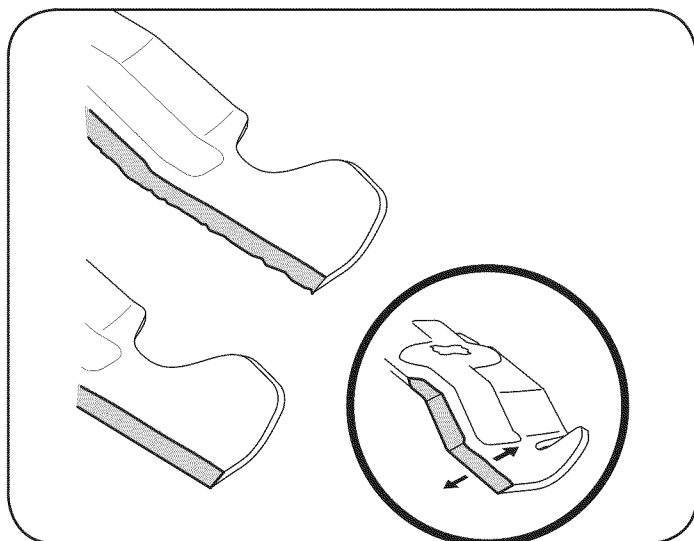

Figura 19
- Para afilar las cuchillas de corte de forma adecuada, extraiga cantidades iguales de metal de ambos extremos de las cuchillas a lo largo de los bordes cortantes, paralelo al borde de caída y a un ángulo de 25° a 30°. Afíle siempre cada borde de las cuchillas de corte de forma pareja para mantener un equilibrio adecuado entre las mismas. Vea la Figura 19.